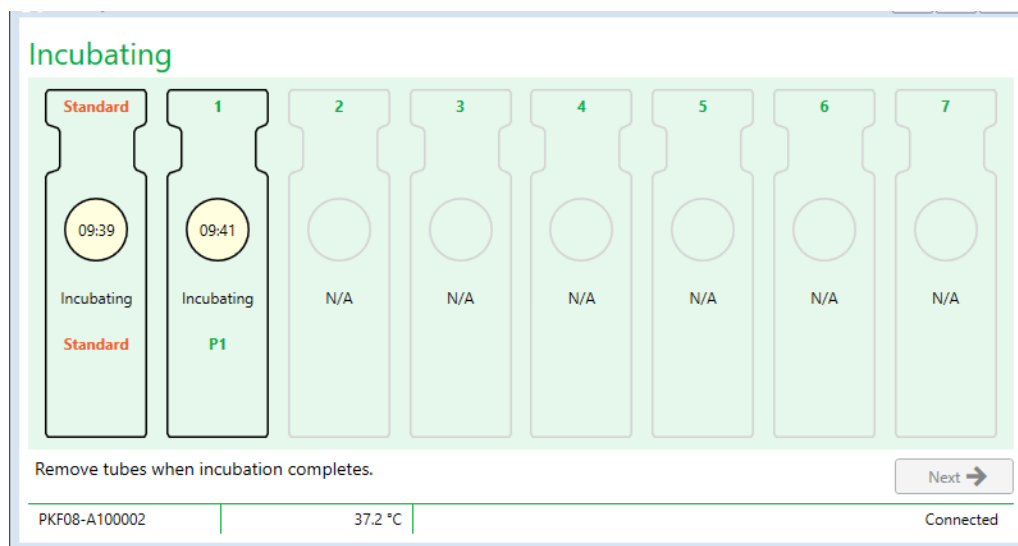

Abbildung 10. BG Analytics®-Inkubieren-Bildschirm mit STAT STD in der Standard-Kavität und einem (1) Patientenprobenröhrchen in Kavität Nr. 1
2. Setzen Sie jedes Röhrchen in die entsprechende Kavität des PKF08 ein, um den Inkubationsschritt zu starten (Abbildung 10). Jede Kavität wird einzeln zeitgesteuert.